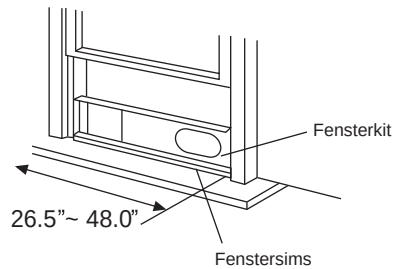

Abb.9
2. Legen Sie den Fensteradapter (Kit) auf den Fensterrahmen. Passen Sie die Länge des Fensteradapters an die Fensterbreite an. Verkürzen Sie den Fensteradapter, wenn die Breite des Fensters weniger als 26,5" ist. Öffnen Sie den Fensterflügel und legen Sie den Fensteradapter auf das Fenstersims (Abb.9).